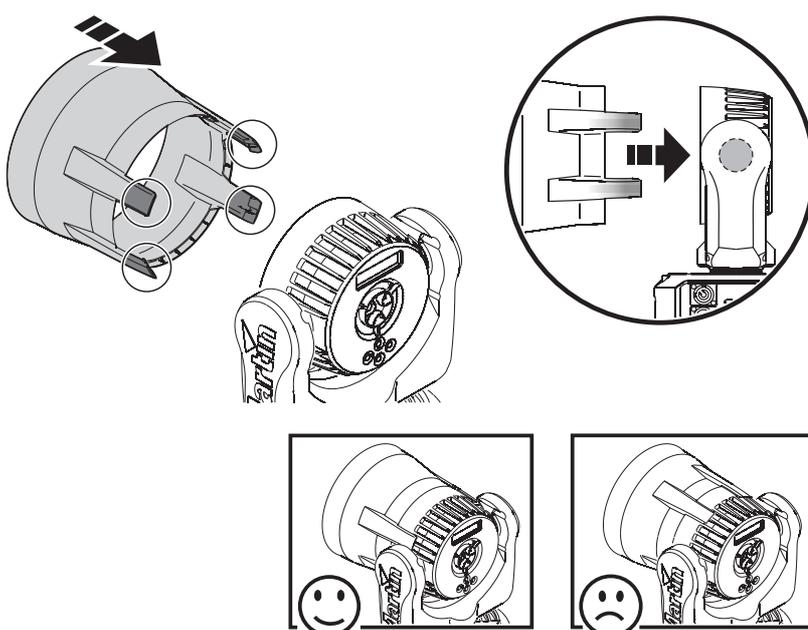

Figure 7: Clips de fixation du cône
2. Voir Figure 7. Alignez le cône pour que les paires de clips passent autour des axes de tilt sur les côtés de la tête.